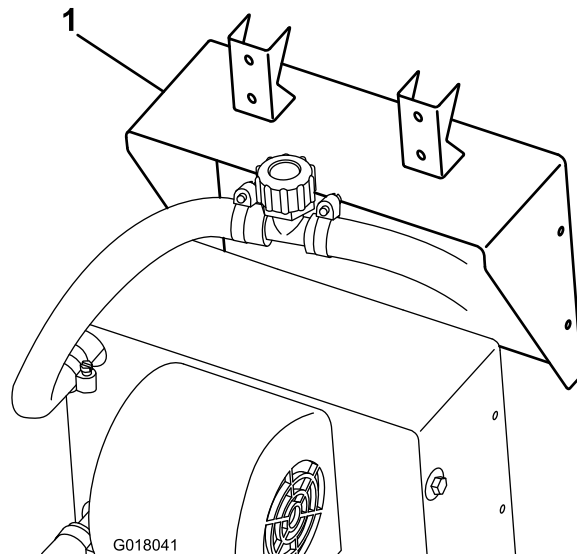

Bild 22
- Befestigen Sie die Heizungshalterung mit den Schrauben, die mit der Heizung geliefert wurden, an der Heizung (Bild 22).